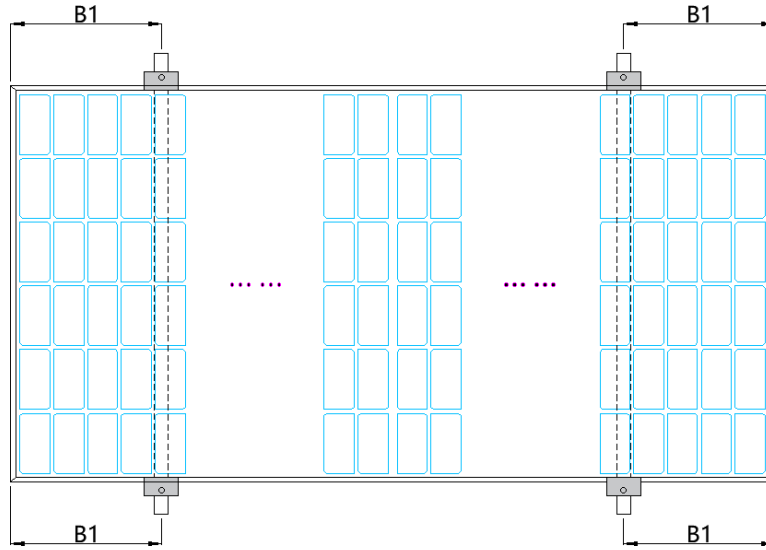

Figura 9: Metodo di fissaggio delle staffe sul lato lungo
- Figura 9 e tabella: posizione di installazione del modulo solare con celle da 210mm e tipo di modulo con 8 morsetti sul lato lungo.